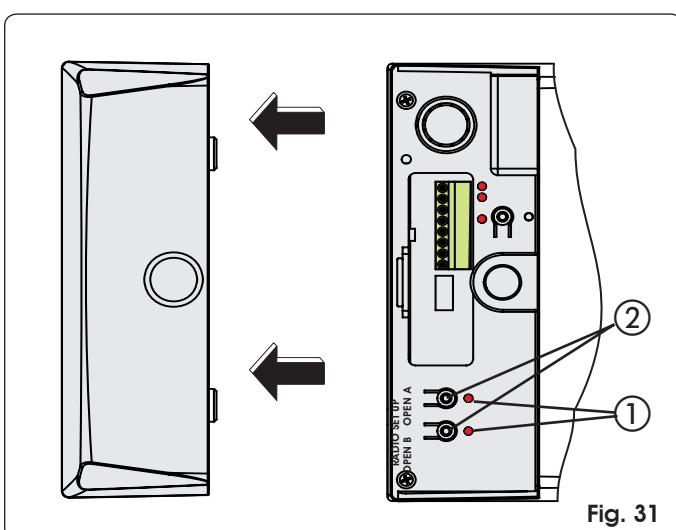

Fig. 31
- 2) Presione 1 segundo el pulsador OPEN A o OPEN B (Fig. 31 ref. ②)
- 3) El correspondiente diodo (Fig. 31 ref ①), empieza a destellar lentamente durante 5 seg.
- 4) Presione 1 segundo el pulsador OPEN A o OPEN B (Fig. 31 ref. ②) para memorizar, respectivamente, la apertura total o la parcial.
- 2) Presione 1 segundo el pulsador OPEN A o OPEN B (Fig. 31 ref. ②), para memorizar, respectivamente, la apertura total o la parcial.